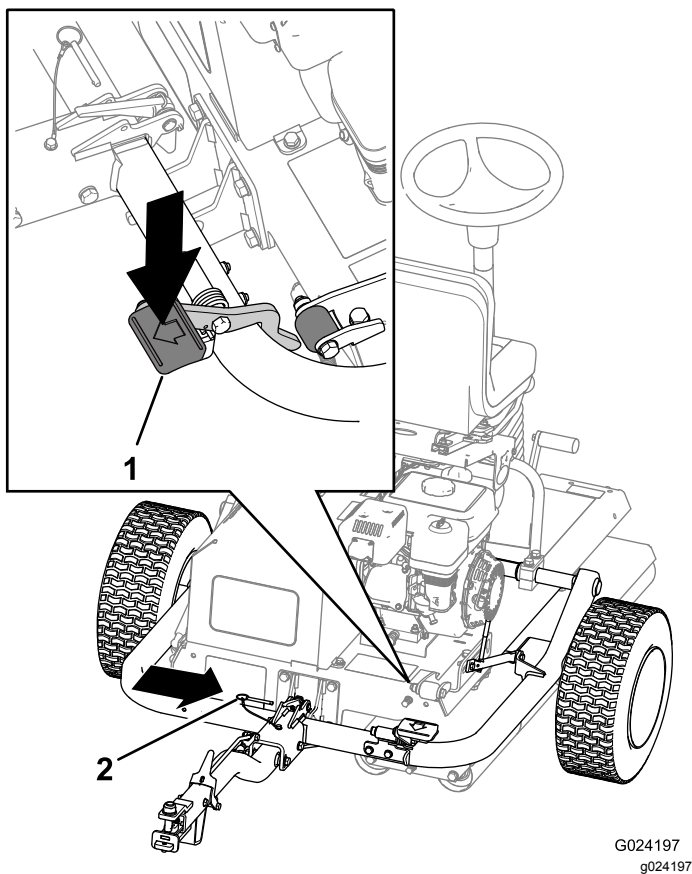

Bild 27
- C. Treten Sie auf das Anbauvorrichtungspedal, bis die Anbauvorrichtung einrastet (Bild 27).
- D. Stecken Sie den Arretierbolzen ein (Bild 27).